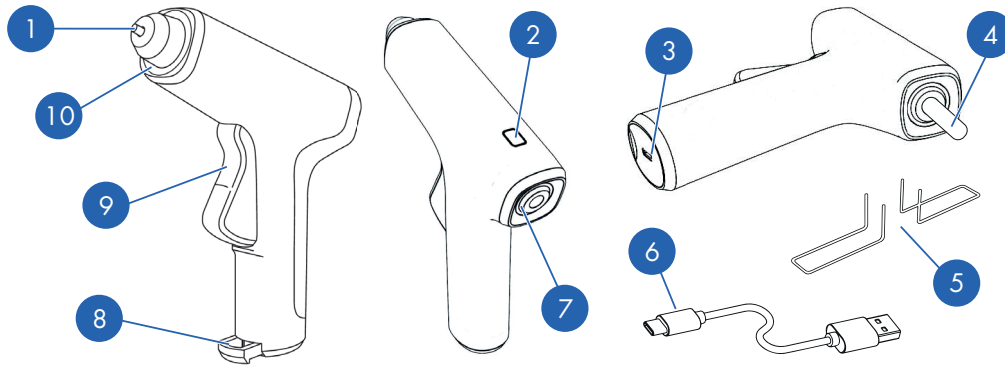
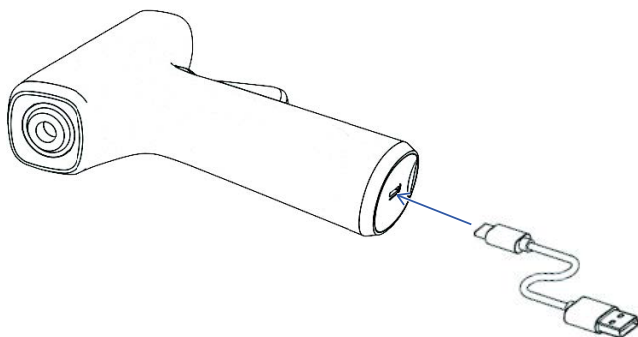

Abb. 1: Übersicht
Abb. 2: USB-Ladekabel
1. Stecken Sie den Stecker des USB-Ladekabels (Abb. 1/6) in die USB-Ladebuchse (Abb. 1/3) und überzeugen Sie sich vom ordnungsgemäßen Sitz des Steckers (Abb. 2).
## LED (Rückseite) (Abb. 1/7):
1. Setzen Sie den Klebestick (Abb. 1/4) in die Öffnung an der Rückseite des Werkzeugs ein. Überzeugen Sie sich von einem ordnungsgemäßen Sitz des Klebesticks und verwenden Sie nur Klebesticks mit einem Durchmesser von 7 mm.
2. Halten Sie den EIN/AUS-Schalter (Abb. 1/2) für ca. 2 Sekunden gedrückt.
5. Drücken Sie den Auslösehebel (Abb. 1/9); daraufhin strömt der Klebstoff aus der Klebstoffdüse (Abb. 1/1).
1. Nach Ablauf der Vorwärmzeit können Sie den Klebstoff durch Drücken des Auslösehebels (Abb. 1/9) auftragen.
**! VORSICHT:** Achten Sie darauf, die Klebepistole bei jeder Unterbrechung und beim Abschluss der Klebearbeiten immer sicher auf dem Arbeitstisch abzustellen. Sie können den Fuß nach unten ziehen, damit das Werkzeug aufrecht auf dem Tisch steht (siehe Abb. 1). Schalten Sie das Werkzeug aus und lassen Sie es abkühlen, ehe Sie es wieder verstauen.
Das Werkzeug startet nicht/ ist nicht betriebsbereit	Prüfen Sie den Ladezustand des Akkus und laden Sie das Werkzeug unter Verwendung des USB-Ladekabels (Abb. 1/⑥). Schließen Sie es dazu an eine Ladebuchse des Typs C an (Abb. 1/③).
Das Werkzeug arbeitet nicht ordnungsgemäß (aus der Düse tritt kein Klebstoff aus)	Prüfen Sie, ob nach dem Einschalten des Werkzeugs eine Vorwärmdauer von mindestens 15 Sekunden eingehalten wurde. Bei Erreichen der Betriebstemperatur wechselt die Farbe der LEDs von Rot zu Blau. Stellen Sie sicher, dass die Klebstoffdüse (Abb. 1/①) sauber ist und dass neuer Klebstoff nicht von alten Klebstoffresten blockiert wird. Prüfen Sie außerdem, ob ausreichend Klebstoff eingesetzt wurde.